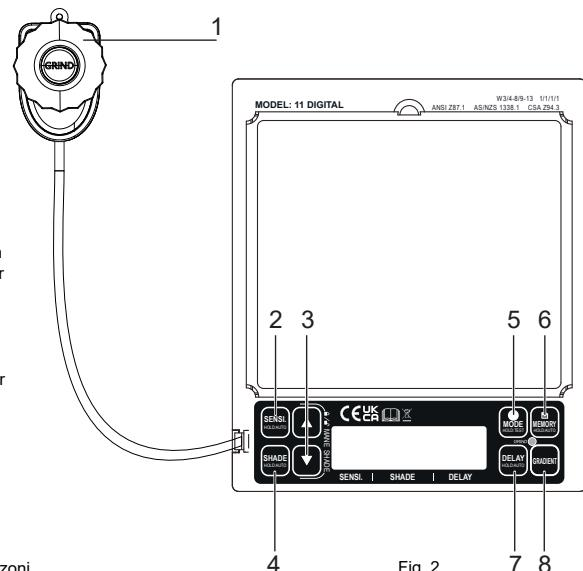

Fig. 2
Kontrolloni panelin e kontrollit duke përdorur butonin Memory (6) dhe butonat e rregullimit (3). (shih Fig. 2). Butoni për qasje në qelizat e kujtesës (0-9) me parametrat e ruajtur të funksionimit të filtrit të dritës. Mbani të shtypur butonin - përditësoni parametrat e funksionimit të filtrit të dritës në qelizën e zgjedhur të memories.